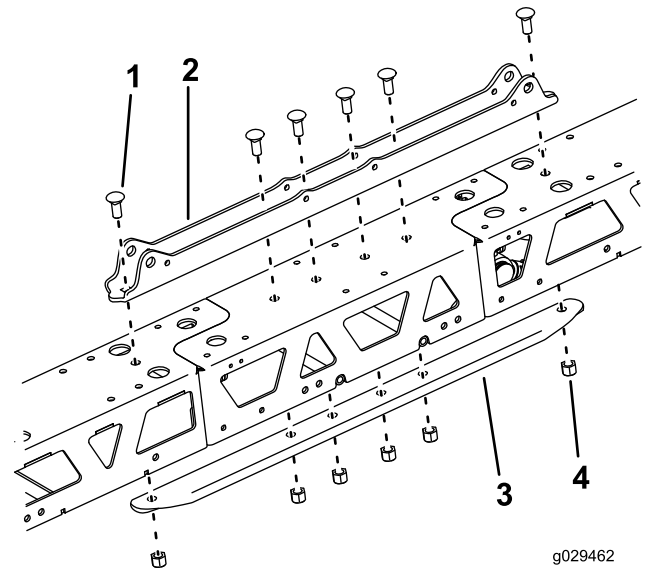

Figure 11
3. Fixez la plaque de montage et le raidisseur de profilé à l'aide de 4 boulons de carrosserie, 4 contre-écrous, 2 des boulons de carrosserie et 2 des contre-écrous retirés précédemment (Figure 11).